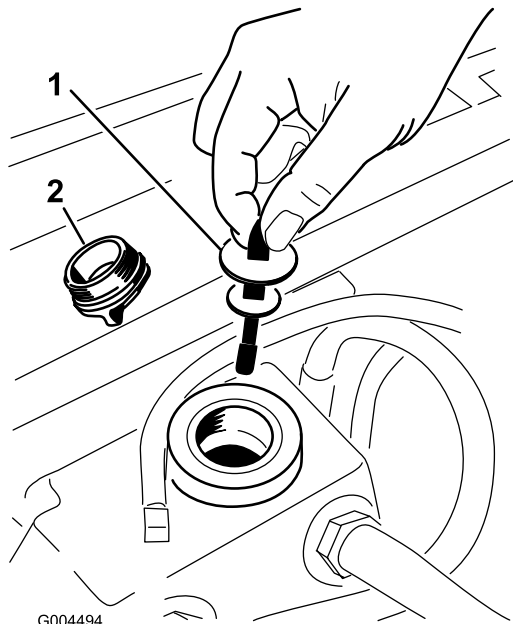

Figura 79
5. Retire el tapón de llenado de aceite hidráulico del cuello de llenado (Figura 79).
6. Retire la varilla y límpiela con un paño limpio (Figura 79).
7. Introduzca la varilla en el cuello de llenado; luego retírela y verifique el nivel del aceite (Figura 79).